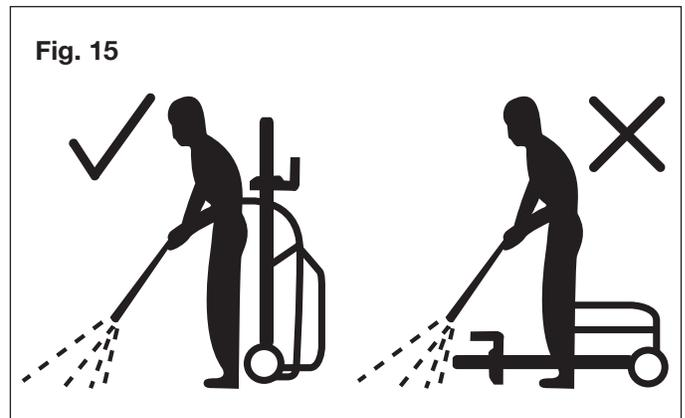

Fig. 15
2. La hidrolavadora debe ser usada en una superficie segura y estable, en una posición vertical (Fig. 15).